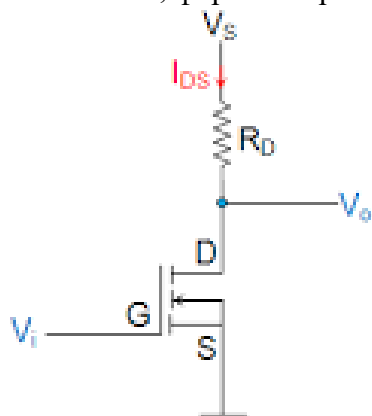

Рисунок 1
2. Схема на рис. 1 построена на базе транзистора IRLZ44NS. Определить среднюю мощность, рассеиваемую на транзисторе за период сигнала. Напряжение питания +10В, форма напряжения  $V_0$  показана на рис. 2 (сигнал периодически повторяется)